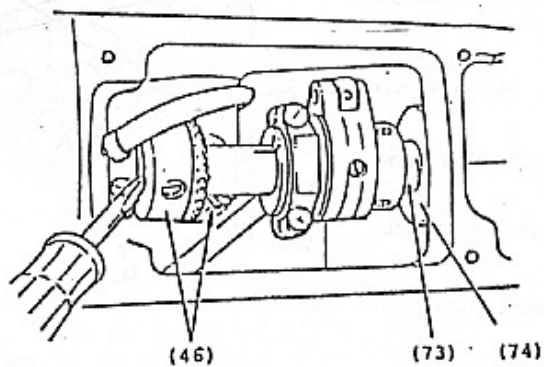

Fig. 34
10. Enquanto mantendo o excêntrico da barra da agulha na posição mostrada na fig.35, segure as engrenagens helicoidais engrenadas firmando a lâmina de uma chave de fenda grande entre o anel de encosto e a engrenagem helicoidal, como mostrado na fig.34, e empurre, então, a extremidade do eixo do braço (73) para dentro do mancal 74).